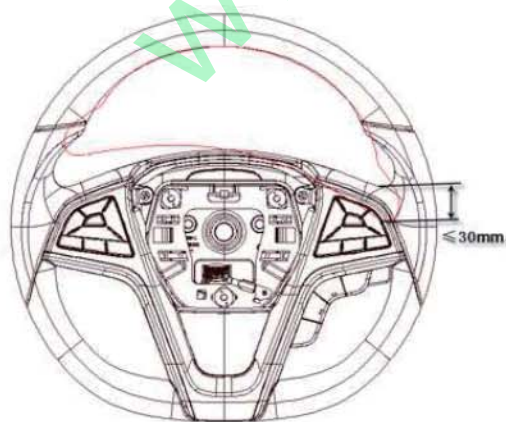

图 3-8 转向盘自由行程检查
- 2) 向左或向右轻轻转动转向盘，检查转向盘的自由行程。如图3-8所示，转向盘最大自由行程不大于30mm。如果自由行程超过最大值，需检查转向系统。